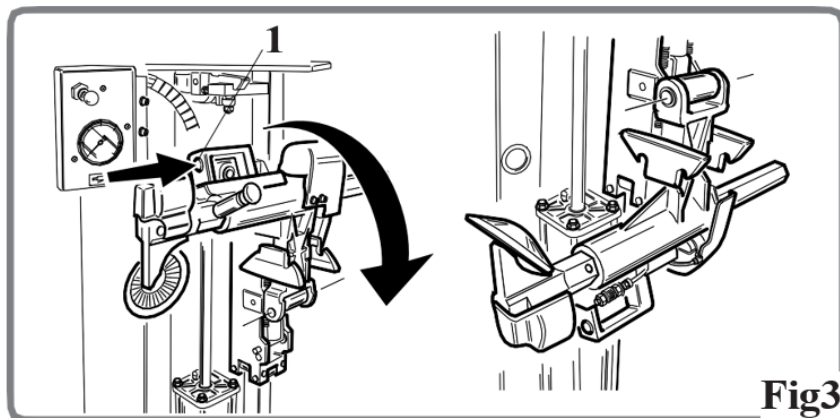

Fig37
- Tryk på knappen (1, Fig37) og før dæksidebryderen under rotation igennem 180°, indtil den låser igen.